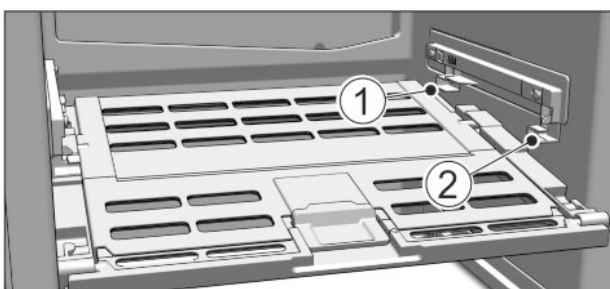

Fig. 74
- ▶ Deckel Fruit & Vegetable-Safe einsetzen: Deckelstege von unten in die hintere Halterung Fig. 74 (1) einführen und vorne in die Halterung Fig. 74 (2) einrasten.